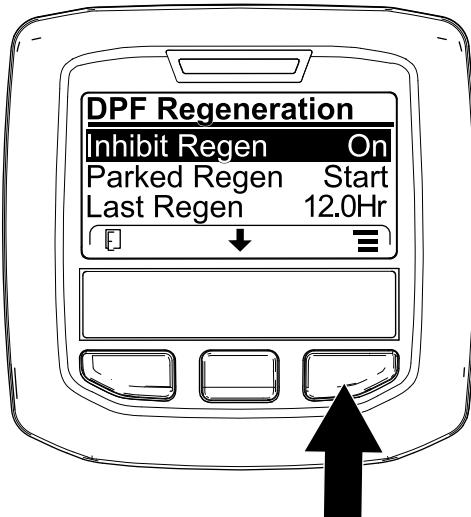
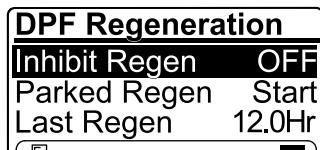

Figura 49
Figura 50
1. Aceda ao menu Regeneração do DPF, prima o botão central para ir até à opção INIBIR REGENERAÇÃO e prima o botão direito para selecionar a entrada Inibir regeneração (Figura 49).
2. Prima o botão direito para alterar a definição da Inibição da regeneração de On para Off (Figura 49) ou de Off para On (Figura 50).